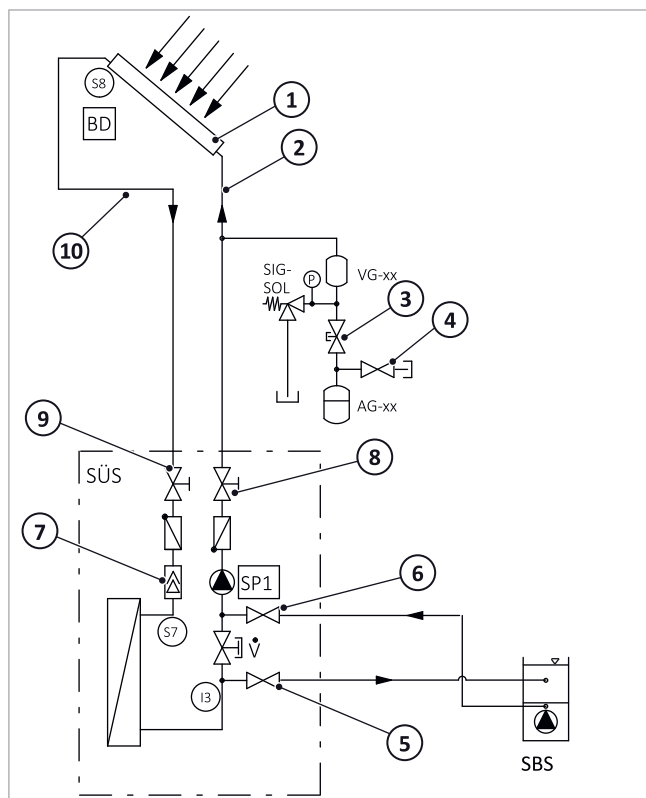

Fig. 21: stazione di trasmissione del calore solare: spurgo della linea della pompa
- Dopo il nuovo riempimento del circuito solare, durante l'esercizio avranno luogo dei degassamenti i quali si accumulano nell'intercettazione aria della stazione ➔ fig. 21, S. 18 (7). Questi degassamenti si riducono man mano che aumenta la durata di esercizio. Nei primi giorni dopo la messa in funzione, quindi giornalmente, sfiatare l'intercettazione aria e, infine, a seconda della separazione della quantità d'aria ad intervalli più lunghi e controllare la pressione dell'impianto.
6. Sfiatare l'intercettazione aria → fig. 21, S. 18 (7) della stazione tramite lo sfiatatoio manuale.
- Dopo il nuovo riempimento del circuito solare, durante l'esercizio avranno luogo dei degassamenti i quali si accumulano nell'intercettazione aria della stazione → fig. 21, S. 18 (7). Questi degassamenti si riducono man mano che aumenta la durata di esercizio. Nei primi giorni dopo la messa in funzione, quindi giornalmente, sfiatare l'intercettazione aria e, infine, a seconda della separazione della quantità d'aria ad intervalli più lunghi e controllare la pressione dell'impianto.
1. Chiudere la valvola a coperchio (7, vedere ➔ fig. 21, pag. 18) sul vaso di espansione solare (marcatore orizzontale).